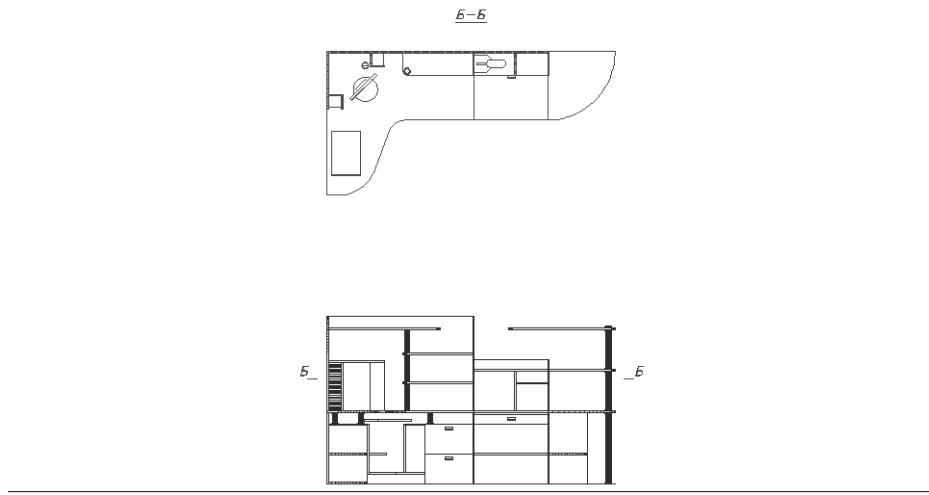

Рис. 10.17 ▼ Разрез **Б–Б** обозначен, за исключением стрелок на главном виде
12. Завершите создание обозначения разреза **Б–Б**, оформив штрихи линии сечения, как вы это делали для штрихов линии сечения разреза **A–A**. После завершения всех операций чертеж должен выглядеть так, как показано на рис. 10.17.